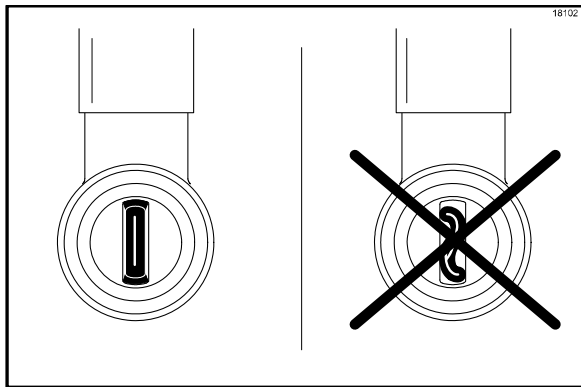

Figura 31
- Inspeccione a válvula bico de pato quanto à instalação correta no interior da conexão de ponta do xarope. Sua ponta deve **permanecer plana** para vedar a linha de xarope. (Veja a Figura 31.)